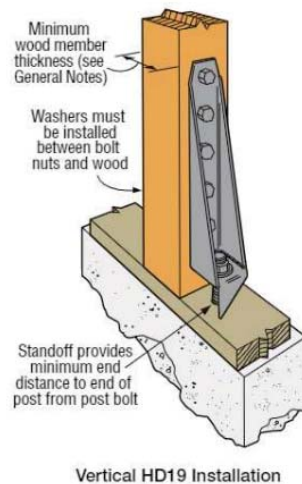

Figura 7.13: Hold-down HD12 y HD19 del catálogo de Simpson Strong-Tie
- Los hold-down HD12 y HD19, los cuales se presenta un ejemplo de los mismos extraído del catálogo en la figura 7.13.